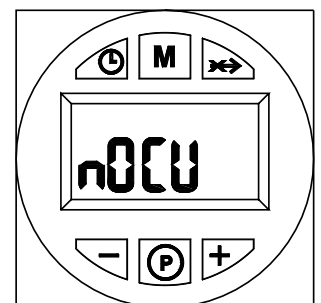

fig. 5
- Per un paio di secondi potrebbe comparire "nOCU" (fig. 5)